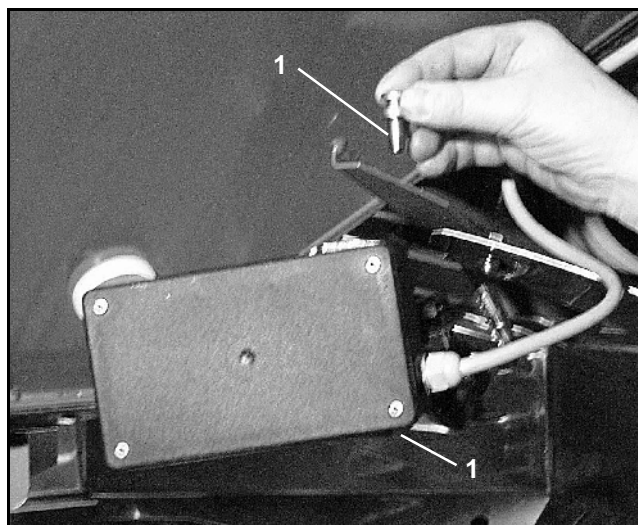

Fig. 6
- Sortir les deux axes d'articulation (Fig. 6/1).